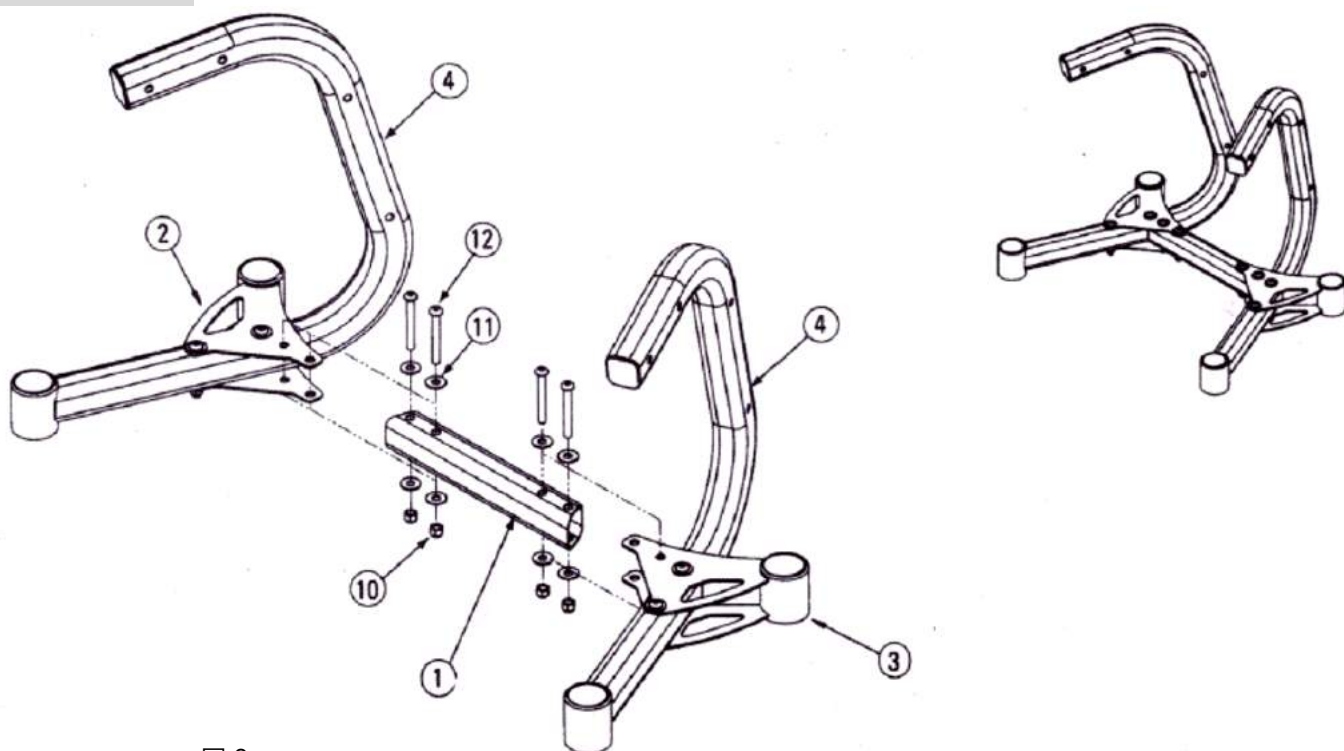

図 3
3.1. 図 3 に示した金属部品を使って、底部交差ブレース (①) を左後ろスタビライザー (②) と右後ろスタビライザー (③) に取り付けてください。交差ブレース (①) の狭い方の端が直立したスタンド脚部 (④) に近くなるようにしてください。